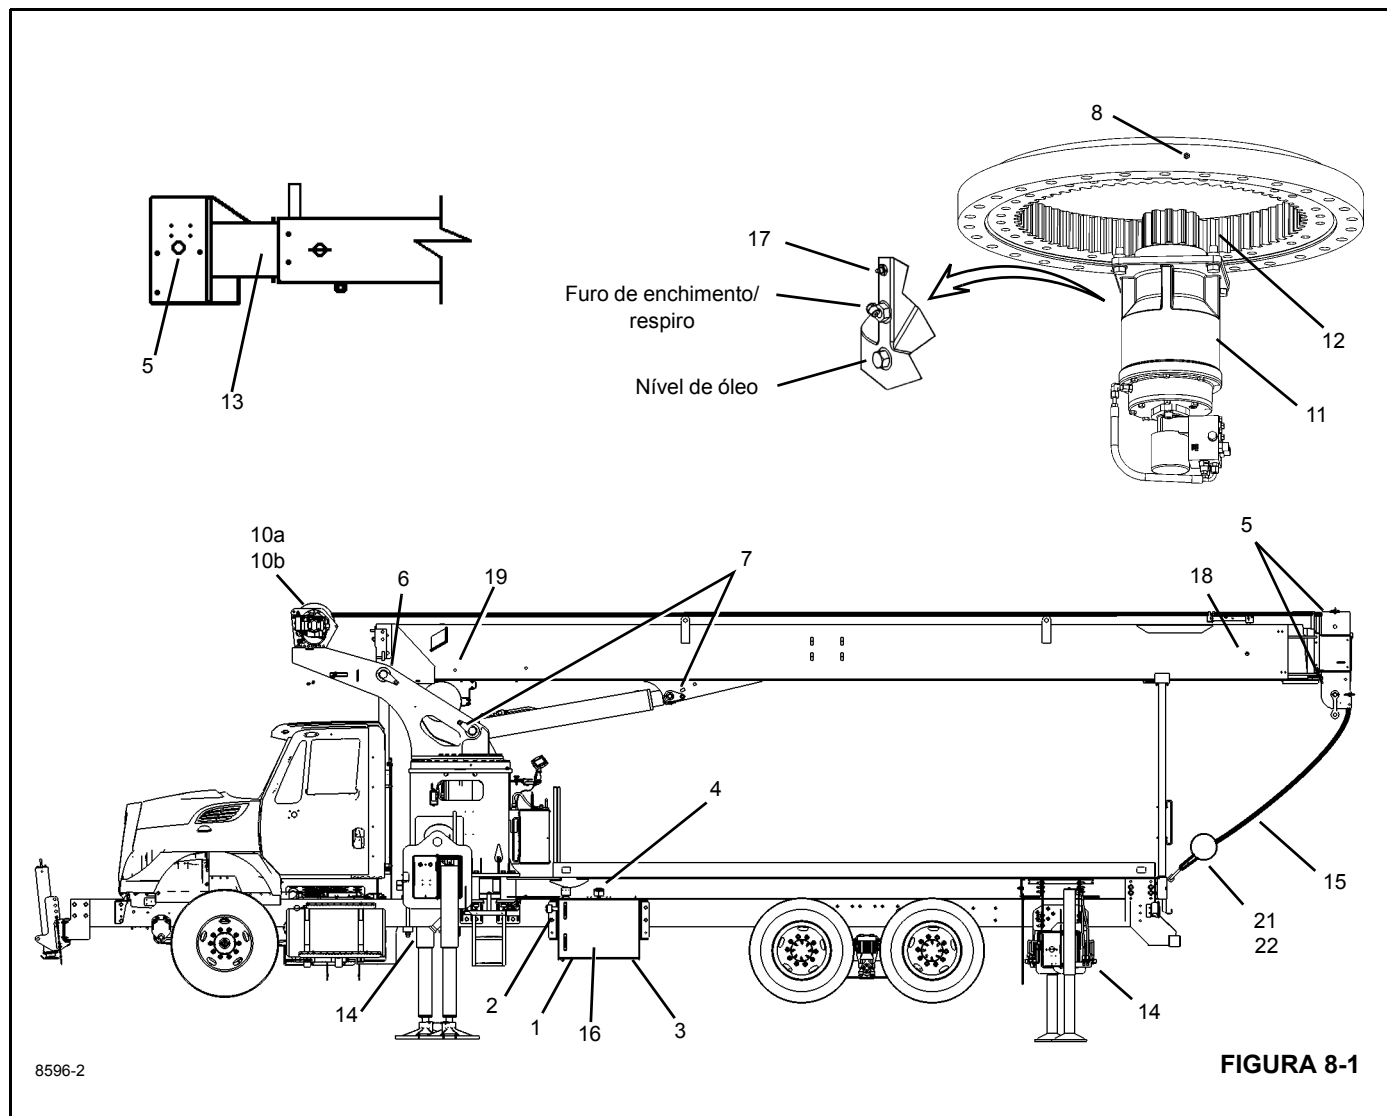

FIGURA 8-1
As seções a seguir descrevem os pontos de lubrificação e os tipos, intervalos e quantidades de lubrificantes e sua aplicação. Cada ponto de lubrificação é numerado e esse número corresponde ao número do índice mostrado na Tabela de lubrificação (Figura 8-1). A descrição e os símbolos de lubrificação são apresentados nas tabelas a seguir.
A seguir, uma descrição dos pontos e intervalos de lubrificação e dos tipos e quantidades de lubrificante e sua respectiva aplicação. Cada ponto de lubrificação é numerado e esse número corresponde ao número do índice mostrado na Tabela de lubrificação (Figura 8-1). A descrição e os símbolos de lubrificação são apresentados nas tabelas a seguir.
2. Lubrifique o pino das polias do cabo de extensão (18) (Figura 8-1) até que uma pequena quantidade de graxa seja expelida pelo pino. Posicionado na frente da lança, olhe para trás através da caixa de polias para o pino a fim de determinar a quantidade de graxa.